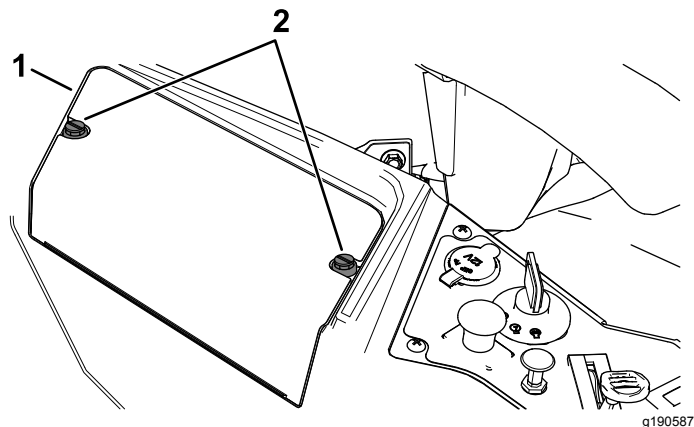

Figure 44
3. Desserrez les 2 fixations sur le couvercle de la batterie en les tournant de $\frac{1}{4}$ de tour dans le sens antihoraire, et déposez le couvercle (Figure 44).
6. Reposez le couvercle de la batterie en appuyant dessus et en serrant les 2 fixations dans le sens horaire (Figure 44).